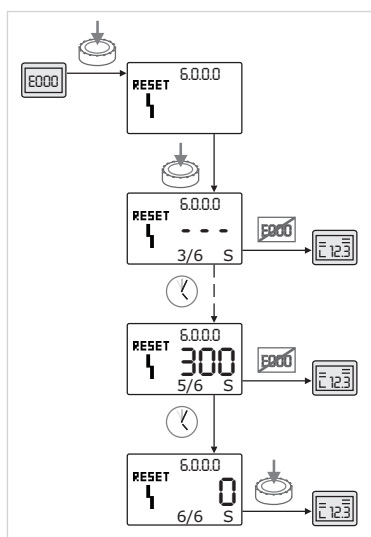

Рис. 55: Квитирование ошибки типа С
- При возникновении ошибок типа С выполнять квитирование следующим образом (рис. 55):